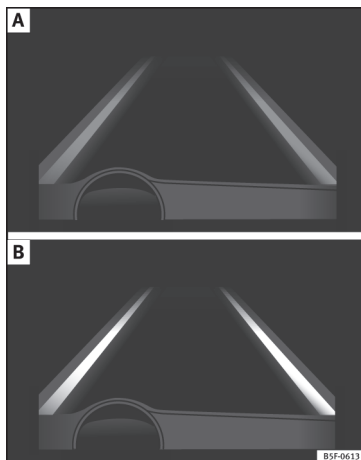

Fig. 217 Sur l'écran du combiné d'instruments : indication sur l'écran de l'assistant de maintien de voie (exemple 1).
- L'assistant est activé, mais indisponible car la vitesse minimale n'a pas été atteinte ou car il ne reconnaît pas les lignes des voies » **fig. 217 A**.
- L'assistant est activé et disponible, il reconnaît les deux lignes de la voie. Il n'est pas en train de corriger la trajectoire » **fig. 217 B**.